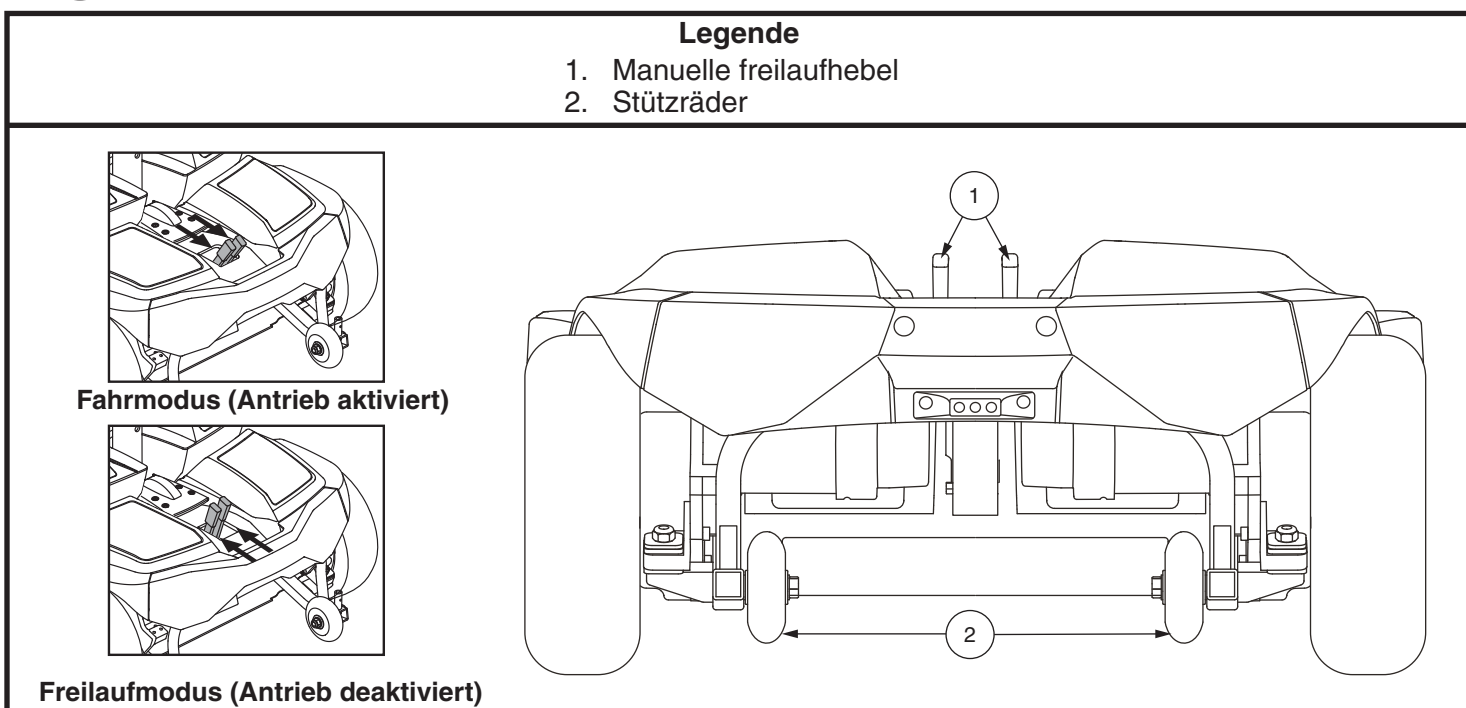

Abb. 3. Hinterseite des Fahrgestells
1. Suchen Sie die Hebel an der hinteren Seite des Fahrgestells. **Siehe Abb. 3.**
Die Stützräder sind ein unerlässlicher und wichtiger Sicherheitsaspekt Ihres Go-Chair. Sie sind an dem Rahmen am Heck Ihres Go-Chairs festgeschraubt. **Siehe Abb. 3.**
Siehe Abb. 3.